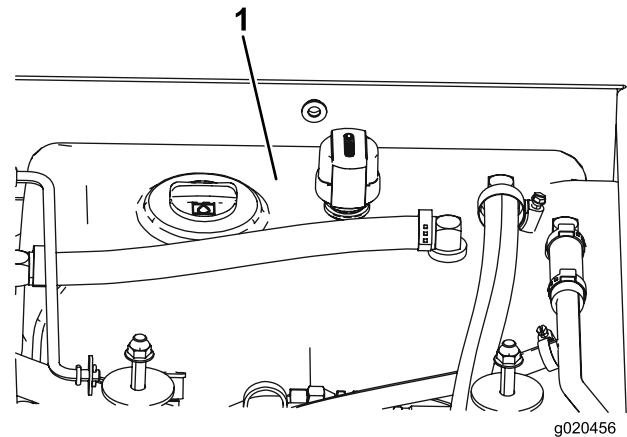

Рисунок 75
4. Залейте гидравлическую жидкость в бак (Рисунок 75); см. Проверка гидравлической жидкости (страница 62).